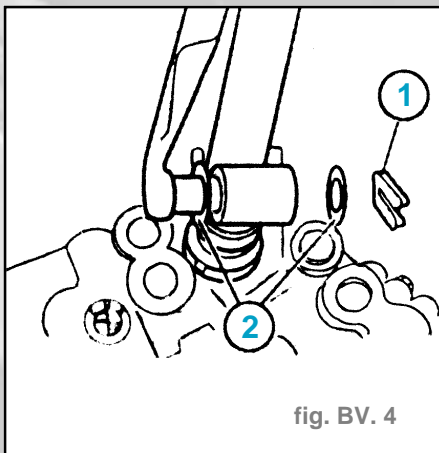

fig. BV. 4
- Retirer la plaquette arrêteoir (1) (fig. BV. 4), extraire la tringle de commande de l'articulation et retirer les rondelles (2).